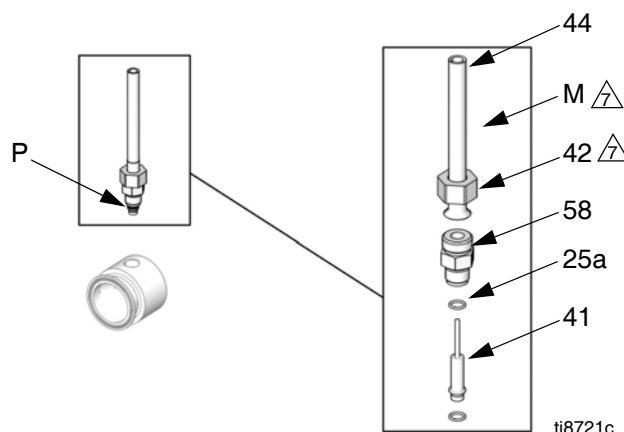

FIG. 12. Trasduttore di pressione
11. Vedere FIG. 12. Allentare il dado (M) sul canale sensore (44) e svitare l'adattatore (42) dalla porta del trasduttore (P). Rimuovere il trasduttore (25a) dalla porta.
13. Vedere FIG. 12. installare un nuovo o-ring nero (41) e il nuovo distanziale in ottone (58) sul trasduttore (25a).
16. Vedere FIG. 12. Inserire il trasduttore nella porta del trasduttore (P). Serrare l'adattatore (42) per primo, quindi il dado (M) a 15-20 piedi-libbre (21-27 N•m).